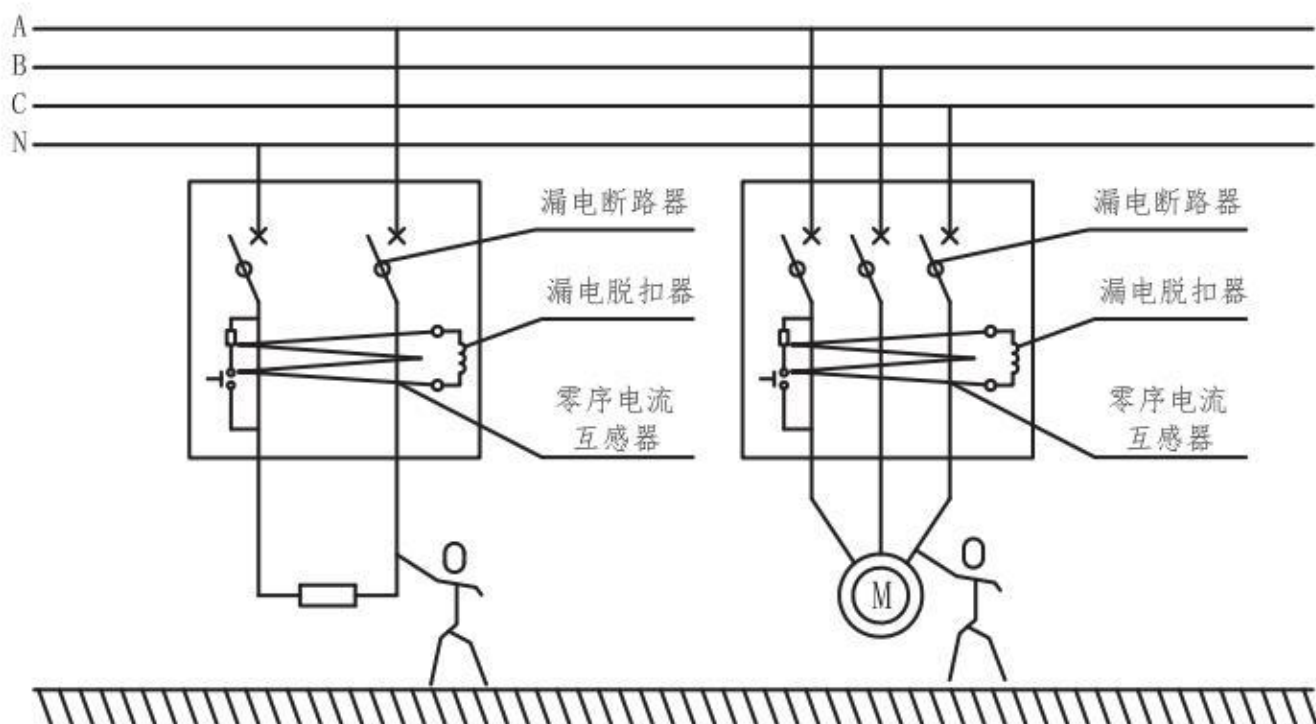

图1 工作原理图
5.2 当被保护电路中有故障电流或人身触电时，只要故障电流达到整定动作电流值，零序电流互感器的二次绕组的输出信号就触发可控硅导通，并通过漏电脱扣器使剩余电流动作断路器动作，从而切断电源起到故障电流和触电保护作用。工作原理图见图1。